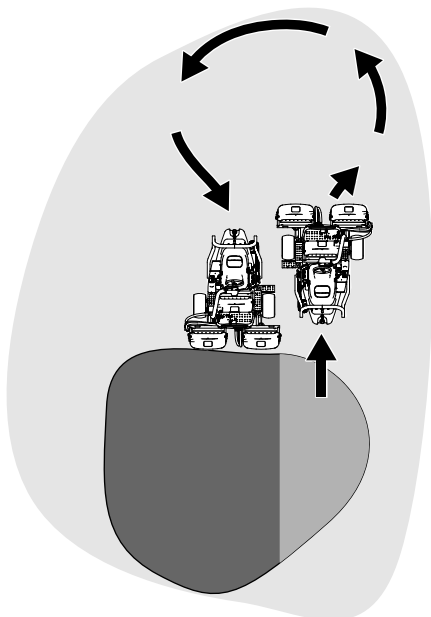

Figure 30
6. Pour réduire le temps de travail et faciliter l'alignement pour la passe suivante, tournez momentanément la machine dans la direction opposée, puis tournez-la vers la partie à tondre. Exécutez un demi-tour en « goutte d'eau » (Figure 30) pour aligner rapidement la machine pour la passe suivante.